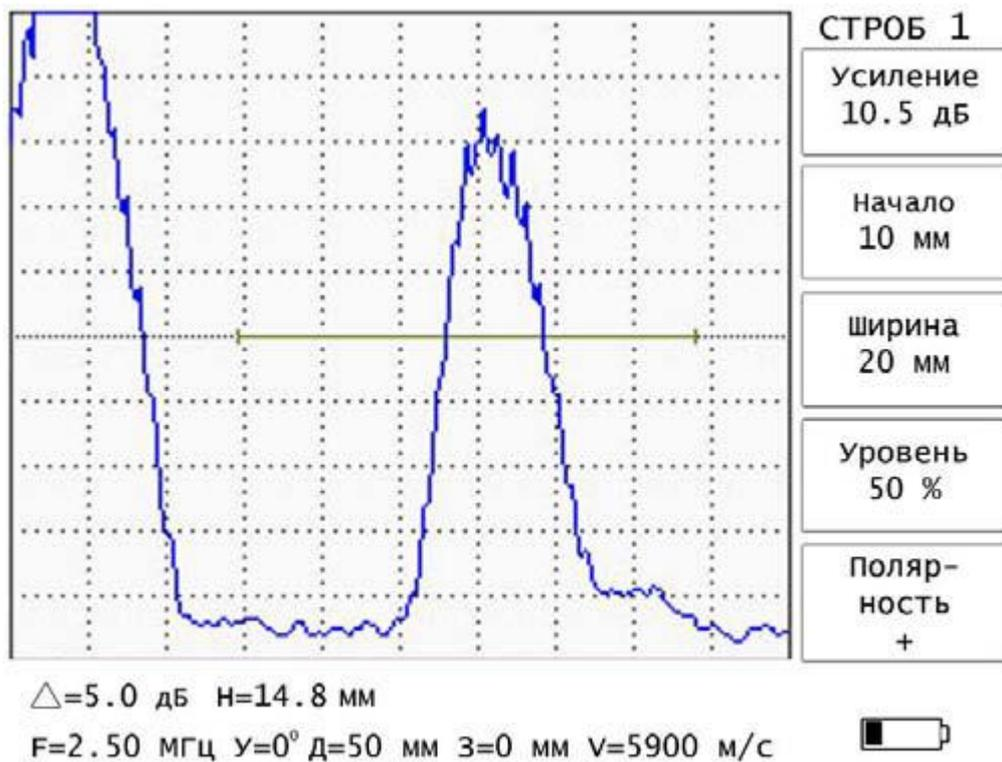

Рис. 6.
5.2. Меню «СТРОБ 1» содержит следующие параметры (рис. 6).